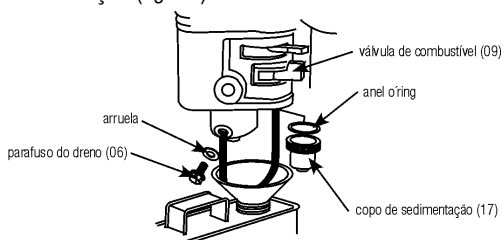

Fig. 32 – Removendo o copo de sedimentação
- c. Com auxílio de uma chave, remova o copo de sedimentação (fig. 32).